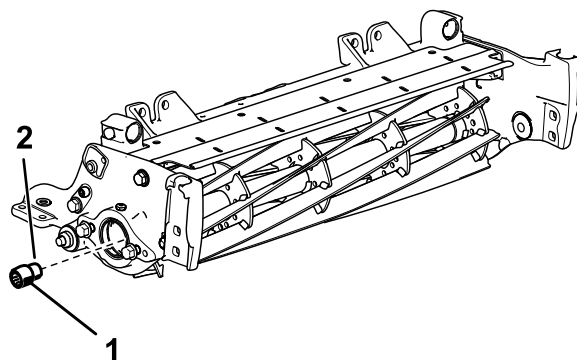

图3
5. 使用滚刀驱动轴工具（零件号 TOR4112 用于 12.7cm 滚刀，零件号 TOR4074 用于 17.8cm 滚刀）从滚刀轴的两端卸下现有花键插入件。请参阅图3。